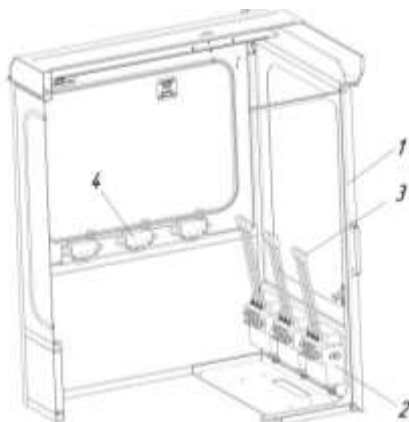

Рисунок 8 – Органы управления
3.7 Органы управления (рисунок 8) расположены в кабине оператора спереди (распределители) и слева (регуляторы). Каждый распределитель имеет по три секции со встроенными гидрозамками. Для управления распределителями предусмотрены рукоятки 3. Регуляторы 4 имеют свой винт регулировки.